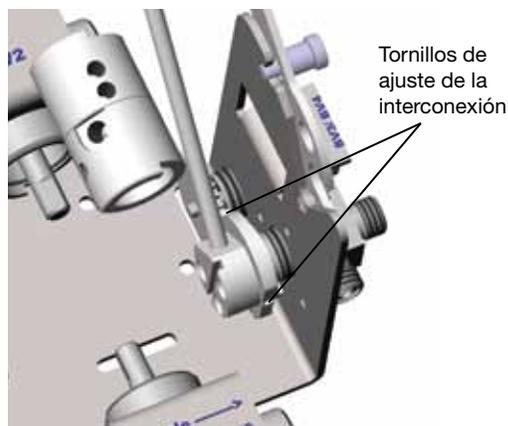

Fig. 5
- Afloje los tornillos de ajuste de la interconexión. Fig. 5.